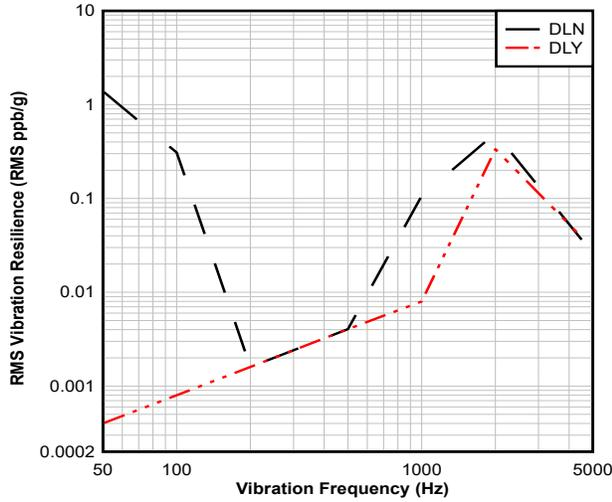

图 8-3. 25MHz、25°C、1.8V 电源电压条件下，抗振性和振动频率间的关系 (X 轴)
图 8-3 显示了 CDC6Cx-Q1 BAW 振荡器的振动性能。德州仪器 (TI) 按照 MIL-STD-883 方法 2026 条件 C (10g) 和方法 2007 条件 A (20g) 进行了测试。在该测试中，CDC6Cx-Q1 振荡器安装在 EVM 上，并在 X、Y 和 Z 轴方向上分别承受 10g 的加速度，频率范围为 50Hz 至 2kHz。使用 Keysight E5052B 捕获因振动而产生的杂散相位噪声轨迹，并根据杂散功率计算出频率偏差。然后，根据载波频率将频率偏差转换为 ppb，并统一为 ppb/g。最后，将沿所有三个轴的 ppb/g RMS 总和以 ppb/g 为单位报告为振动灵敏度。CDC6Cx-Q1 在振动条件下的性能约为 2ppb/g，而大多数石英振荡器的最佳性能为 3ppb/g，更差的可能超过 10ppb/g。